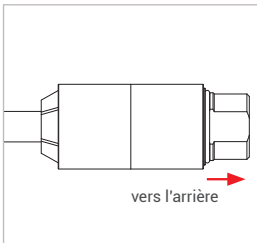

Figure 4
▶ Tirez légèrement sur le boîtier du connecteur (Pos. 1) (flèche rouge *Figure 4*) dans le sens inverse du raccordement pour s'assurer de sa bonne fixation.